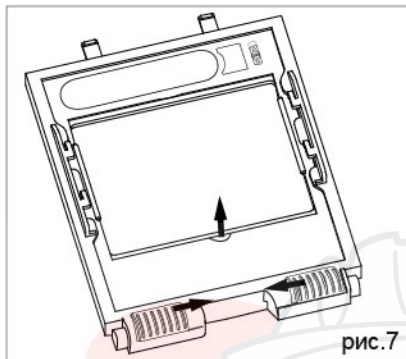

рис.7
**ЗАМЕНА НАРУЖНОГО ЗАЩИТНОГО СТЕКЛА.** Для замены наружных защитных стекол удалите картридж двигая замки к центру (рис.7) и поднимите картридж для замены наружного защитного стекла.
**ЗАМЕНА КАРТРИДЖА АСФ.** Удалите держатель Светофильтра из маски (см рис.7). Подогните верхнюю сторону держателя светофильтра, чтобы достать светофильтр из рамки. Установите новый светофильтр в рамку (см. рис.8). Убедитесь, что светофильтр вставлен в держатель правильно, как показано. Установите светофильтр с держателем в маску.